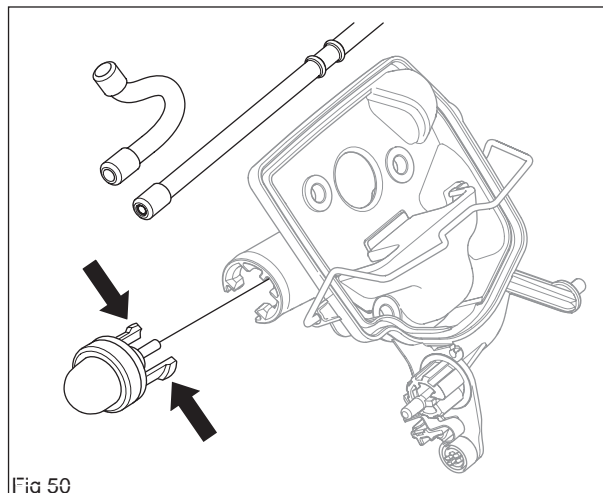

Fig 50
3. monter le filtre dans le support de filtre (voir la figure 50).